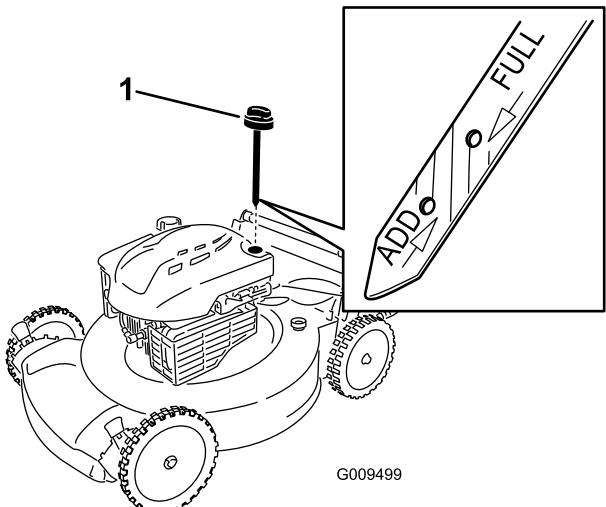

Рисунок 4
- Извлеките масломерный щуп (Рисунок 4).
- Медленно** заливайте масло в маслозаливной патрубок до тех пор, пока уровень масла не достигнет отметки **Full (ЗАПОЛНЕНО)** на масломерном щупе (Рисунок 4). **Не допускайте переполнения картера.** Макс. объем масла: 0,59 л, тип: автомобильное моющее масло (SAE 30), имеющее классификацию API: SF, SG, SH, SJ, SL и выше.